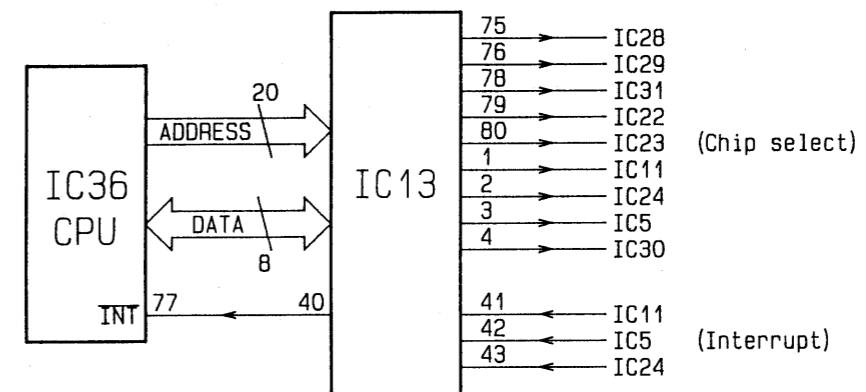

Fig.2
- The output adresses from IC36 (on MB) are decoded by IC13 (on MB), and then become chip select signals for each IC. IC13 also transfers the interruptions from each IC altogether to IC36. (See Fig.2.)
- IC36 (on MB) から出力されたアドレスはIC13 (on MB) でデコードされ、各ICへのチップセレクト信号となります。IC13はまた各ICからの割り込みを一括してIC36に転送します。(Fig.2)